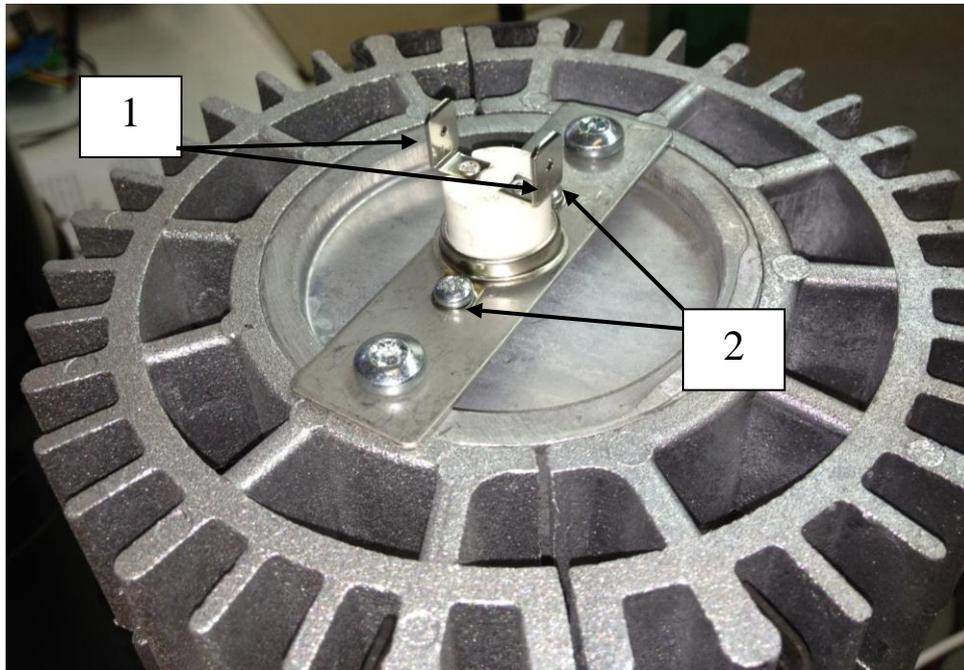

Рис.5 – Датчик перегрева.
Датчик перегрева (рис.5) служит для контроля температуры нагрева теплообменника. При достижении теплообменником температуры свыше 250°C датчик перегрева размыкает электроцепь, при этом происходит автоматическое выключение отопителя. Поводом для замены может служить отключение отопителя при температуре теплообменника ниже 250°C или по причинам, указанными в табл. 2.
2. Проверьте блок управления. Замкните между собой контакты проводов идущие от БУ к датчику перегрева (рис.5а), запустите отопитель.
- отсоединить контакты проводов БУ от контактов датчика перегрева (позиция 1, рис.5);
- отвернуть винты крепления датчика (позиция 2, рис.5), снять датчик перегрева;
Рис.5а – Замкнутые провода
Камера сгорания испарительного типа (см. рис.5) предназначена для создания и сжигания топливовоздушной смеси.